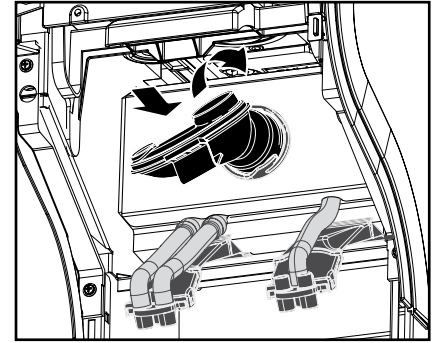

Fig. 30
- g. Sæt blandebeholderen og tætningsringen ind, og drej i urets retning, indtil den går i indgreb (fig. 30).